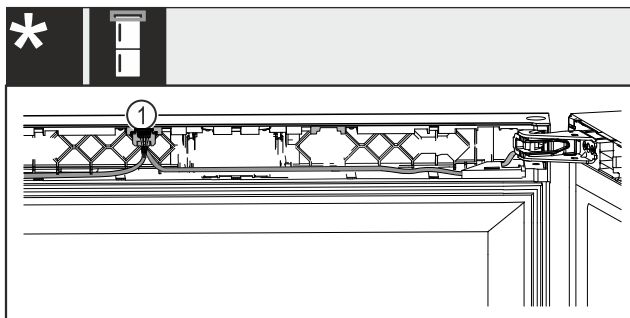

Fig. 46 Til vin-fryse-kombinationer*
- ▶ Lad stikket Fig. 46 (1) gå i indgreb i føringen.*